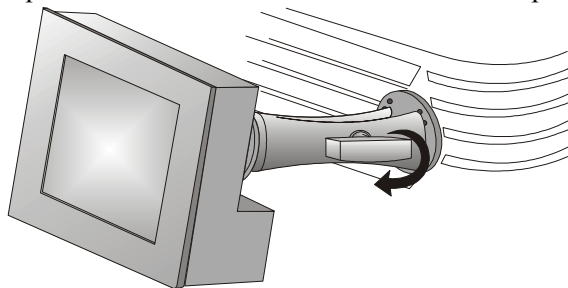

Рис. 2-4 Затяните монтажный кронштейн
- Затяните монтажный кронштейн, чтобы он плотно сидел на шаровом шарнире. (Рис. 2-4)